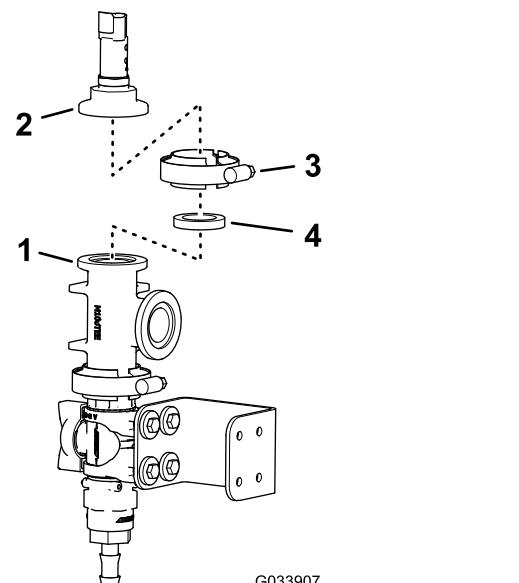

Figura 14
6. Alinee la brida del transductor de presión con la brida del acoplamiento en T, según se muestra en Figura 14. | |
- Monte el transductor de presión en el acoplamiento en T con una junta y una brida de fijación, y apriete la brida a mano (Figura 14).